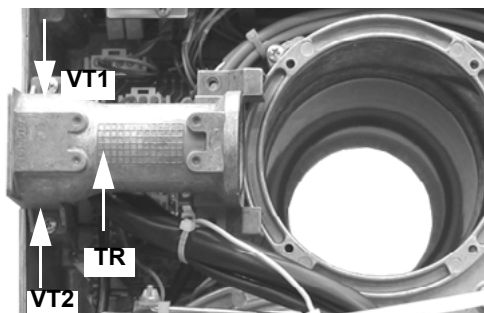

Рис. 20
- 6 Снять патрубок **TR**, установить его в новом положении, закрепить винты **VT1** и **VT2** (Рис. 20).